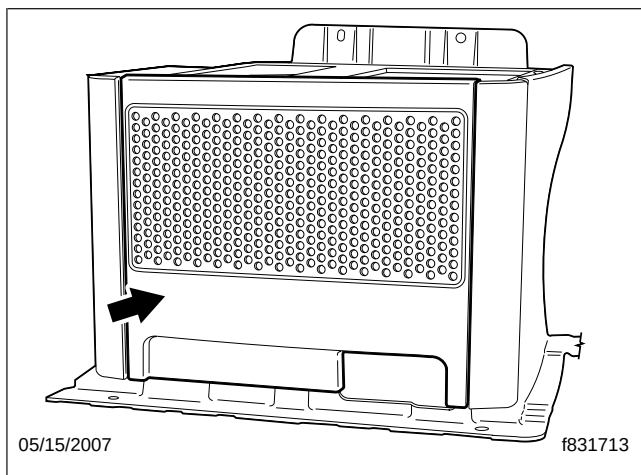

Fig. 8, Panneau d'accès au système HVAC du compartiment couchette
2. Retirez le panneau d'accès au système HVAC du compartiment couchette, sur le côté intérieur du cabinet. Voir la figure 8. Le panneau est retenu par quatre agrafes élastiques. Tirez-le pour l'enlever.